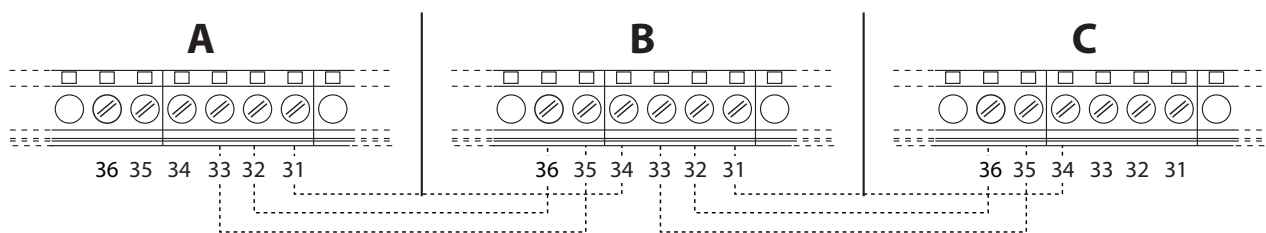

fig. 56 - Collegamento in cascata
1. Collegare i moduli come mostrato in fig. 56 (esempio con 3 moduli)
Se questo non avviene, togliere alimentazione elettrica e controllare il cablaggio in fig. 56.